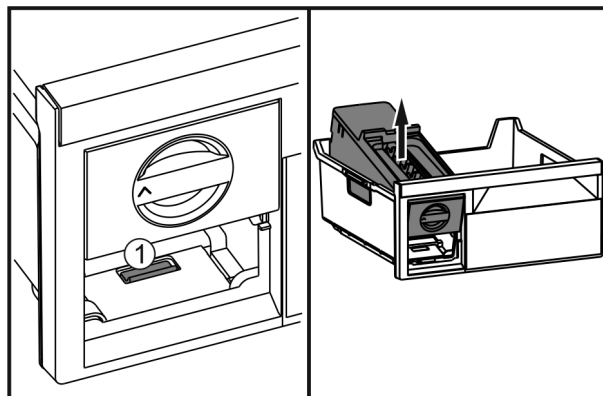

Fig. 70
- ▶ Stlačte západku Fig. 70 (1), EasyTwist-Ice zezadu zvedněte a vyjměte z mrazicí zásuvky.